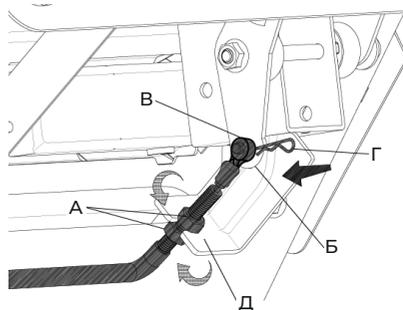
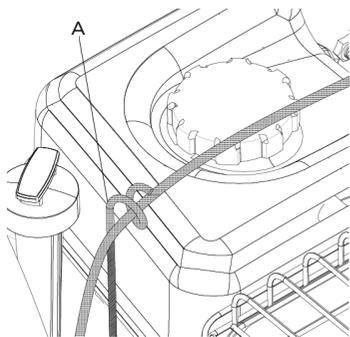

Рис. 15
Рис. 16
- Прежде чем закрепить трос управления дефлектором (рис. 15, поз. В), открутите две гайки (рис. 15, поз. А), вставьте в штифт на кронштейне (рис. 15, поз. Б) и зафиксируйте с помощью шплинта (рис. 15, поз. Г), затем затянув две гайки на кронштейне (рис. 15, поз. Д), зафиксируйте трос. Вставьте трос в направляющую скобу (рис. 16, поз. А).